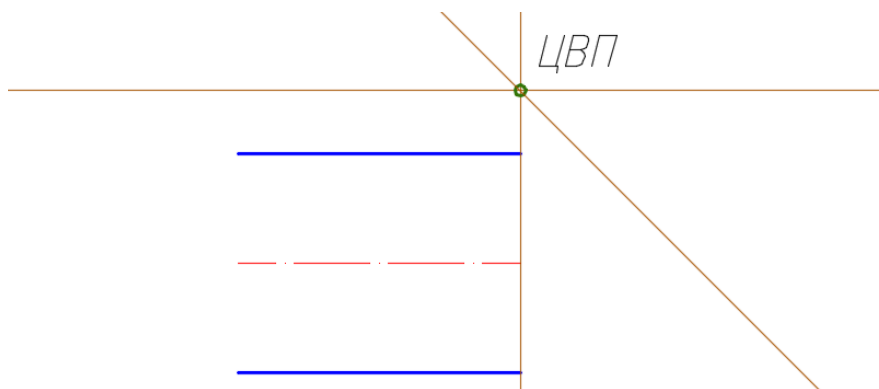

Рис. 123. Положение сварного шва между 2-й и 3-й секциями колена трубы
– найти положение сварных швов *второй* и *третьей* секций с помощью операций **Рисование** → **Прямая** → **Биссект** → **ЛКМ** в **ЦВП** и **ЛКМ** на только что построенных вспомогательных линиях (**Слой Вспом**) (см. рис. 123);